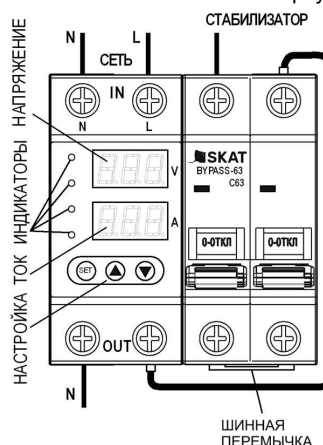
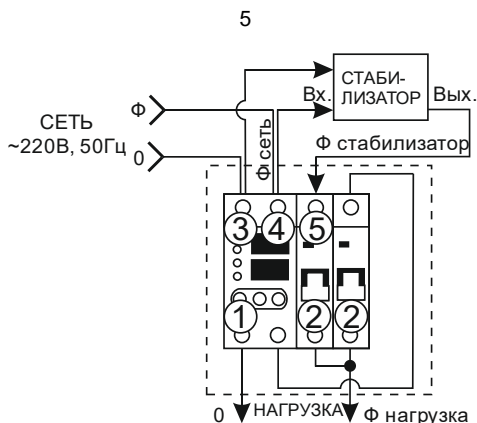

Рисунок 1 - Внешний вид изделия
Рисунок 2 – Схема подключения.
Изделие выполнено в пластиковом корпусе (см. рис. 1).
При наличии питающей сети светится нижний светодиодный индикатор зелёного цвета и изделие измеряет напряжение и ток на клеммах (3) и (4) (см. рис. 2). Их значения отображаются на верхнем (вольты) и нижнем (амперы) цифровых дисплеях (см. рис. 1). Выберите источник питания нагрузки (левый переключатель байпаса вверх – стабилизатор, правый – сеть):
Отключите питающее напряжение. Подключите **ноль нагрузки** к контакту (1), а **фазу нагрузки** к любому из контактов байпаса (2), объединённых шинной перемычкой, (см. рис. 2). Подключите **фазу выхода стабилизатора** к контакту (5), **ноль выхода стабилизатора** общий со всей нулевой шиной.